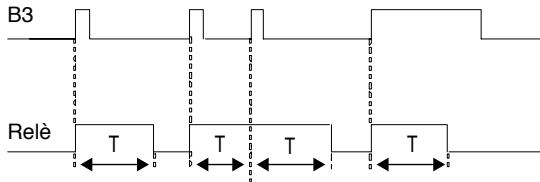

Fig. 12
- ON/OFF monostabili: comando con pulsante (locale e/o remoto) per luci scale o corridoi con spegnimento automatico (vedi Fig. 12)